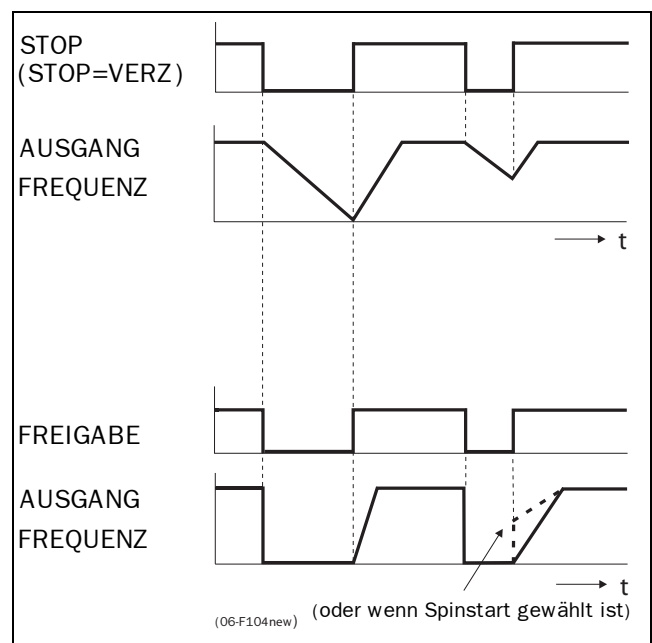

Abb. 25 Funktionalität des Stop- und Freigabe-Eingangs
Wird der Eingang aktiv (LO), stoppt der Umrichter in Übereinstimmung mit dem gewählten Stop-Modus, eingestellt im Fenster [31A] (siehe § 5.4.11, Seite 41). Abb. 25 zeigt die Funktion der Freigabe, des Stop-Eingangs und des Stop-Modus=Verz[31A]. Der Eingang muss aktiv (HI) sein zum starten.